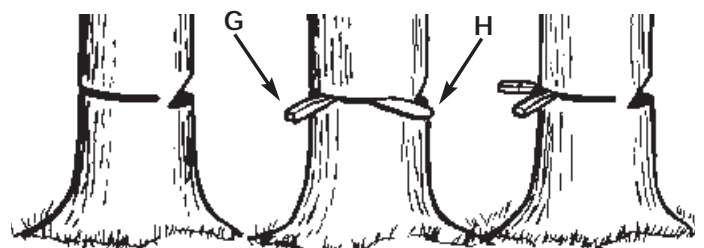

Fig. 14
1. Utilice cuñas de madera o plástico (G) para prevenir el doblamiento de la barra o cadena (H) en el corte. Las cuñas también controlan la caída (Fig. 14).